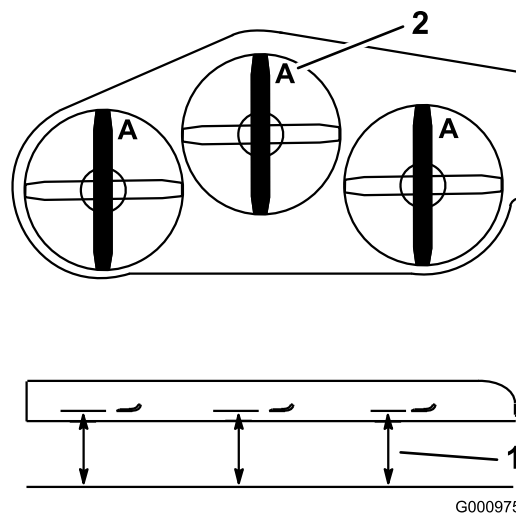

Figure 77
3. Tournez les lames dans le sens longitudinal. Mesurez la distance entre la surface plane et le tranchant (position A) des lames (Figure 77). Notez cette valeur.